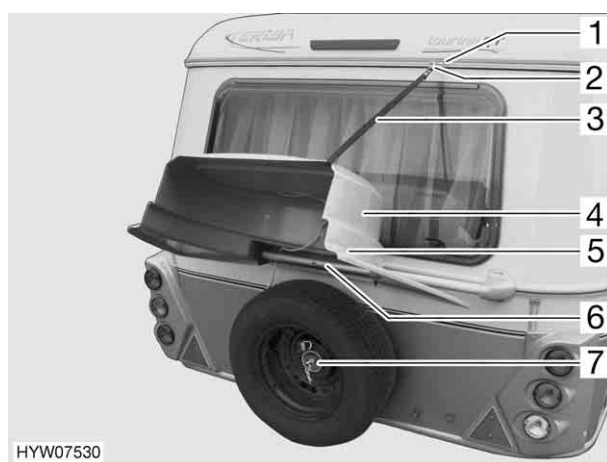

Fig. 116 Portaruota di scorta sul retro
- Tirare i due pomoli doppi (Fig. 116,5) a destra e a sinistra della copertura e sollevare leggermente la copertura (Fig. 116,4). La copertura si sblocca.
- Ribaltare verso l'alto la copertura (Fig. 116,4) e mantenerla in questa posizione.
- Allentare il gancio (Fig. 116,2) della cintura di arresto (Fig. 116,3) dalla staffa inferiore (Fig. 116,6) e agganciarlo nella staffa superiore (Fig. 116,1).
La copertura viene trattenuta dalla cintura (Fig. 116).